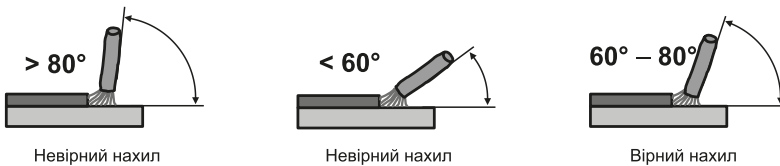

Рисунок 5. Кут розташування електрода із покриттям до деталі під час ручного дугового зварювання («ММА»).
1. Для отримання міцного зварювального з'єднання, крім правильного вибору зварювального струму, необхідно забезпечити правильне положення електрода до поверхні зварювання. Кут нахилу електрода бажано встановлювати у $60\text{--}80^\circ$ (рис. 5). Занадто великий кут нахилу електрода веде до пористого зварювального шва, а занадто малий – до утворення великої кількості бризок металу й дуга стає нестійкою.